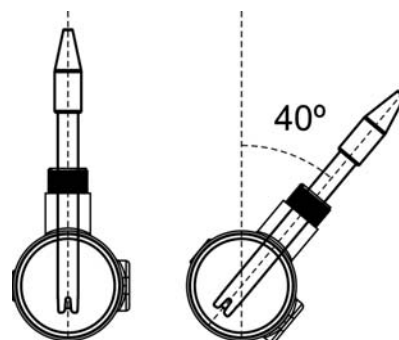

Fig. 13
4. **Installez toujours la sonde de pH référéablement verticale ou avec une inclinaison maximale de 40°** (Fig. 13).